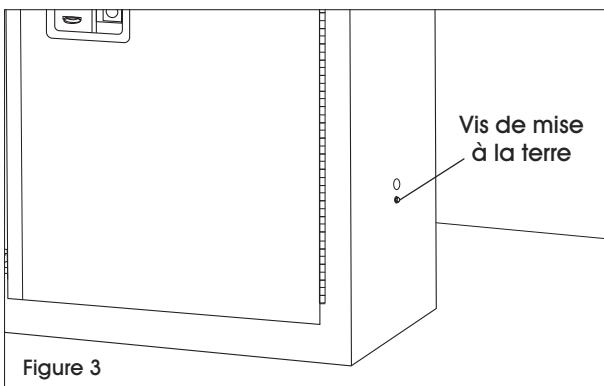

Figure 3
1. Pour la mise à la terre externe de l'armoire, repérez la vis de mise à la terre située sous le point vert sur le côté droit de l'armoire. (Voir Figure 3)